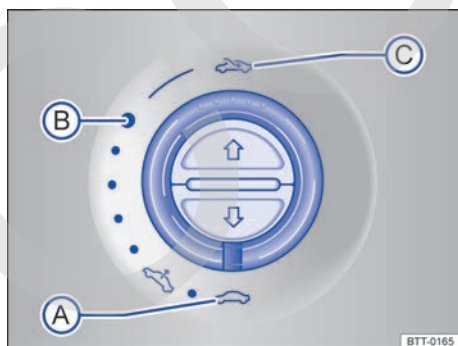

Fig. 93 En el revestimiento interior del techo: mando del techo de cristal.
Para ajustar la posición deflectora del techo de cristal, el mando giratorio se tiene que encontrar en la posición → **fig. 93** **A**.
- Gire el mando a la posición → fig. 93 **A**.